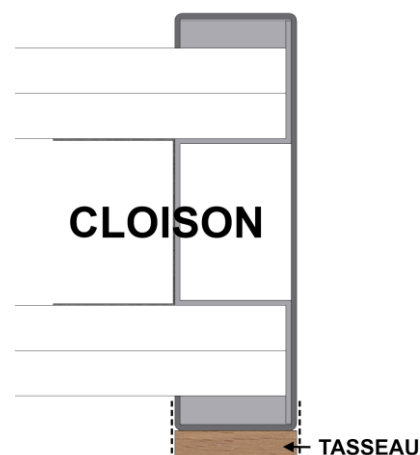

Figure 3
- **Tasseau sur parement :** Retirer le film adhésif du double-face et positionner le tasseau d'habillage de manière à ce qu'il soit affleurant aux bords de l'huisserie (voir **figure 3** p9).
- **Tasseau sur parement** : Retirer le film adhésif du double-face et positionner le tasseau d'habillage sur le parement de la traverse de manière à ce qu'il soit affleurant aux bords de l'huissérie en l'insérant entre les deux autres tasseaux déjà en place sur les montants (voir **figure 3** p9).